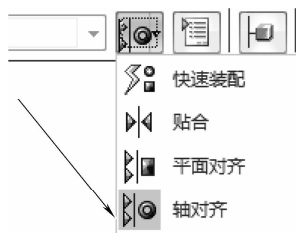

图 8-233 选择“轴对齐”
(2) 在【装配】的下拉箭头中选择【轴对齐】按钮，如图 8-233 所示。